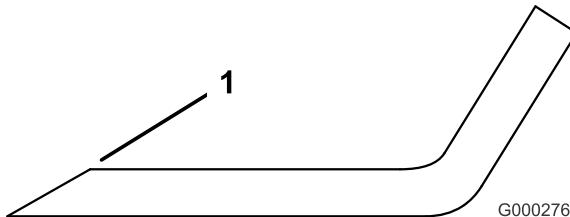

Figura 75
1. Afie a extremidade de corte em ambas as extremidades da lâmina (Figura 75). Mantenha o ângulo original. A lâmina manterá o equilíbrio se for retirada a mesma quantidade de material de ambas as extremidades de corte.